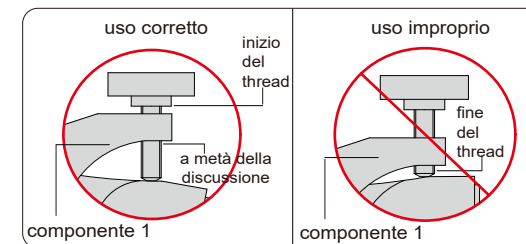

fig.2
- Durante il lavoro, regolare la vite di regolazione fine in modo che il componente 1 si trovi tra la parte superiore della filettatura e la parte centrale della filettatura; per aumentare l'elasticità della testa, non lasciare che il componente 1 si trovi nella parte inferiore della filettatura (fig. 2).